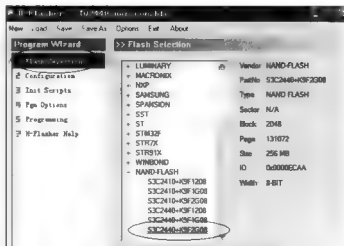

图 6-27 选择 Flash 型号界面
(4) 在 H-Flasher 窗口中, 选择“Flash Selection”, 然后选择“S3C2440+K9F2G08”, 如图 6-27 所示。